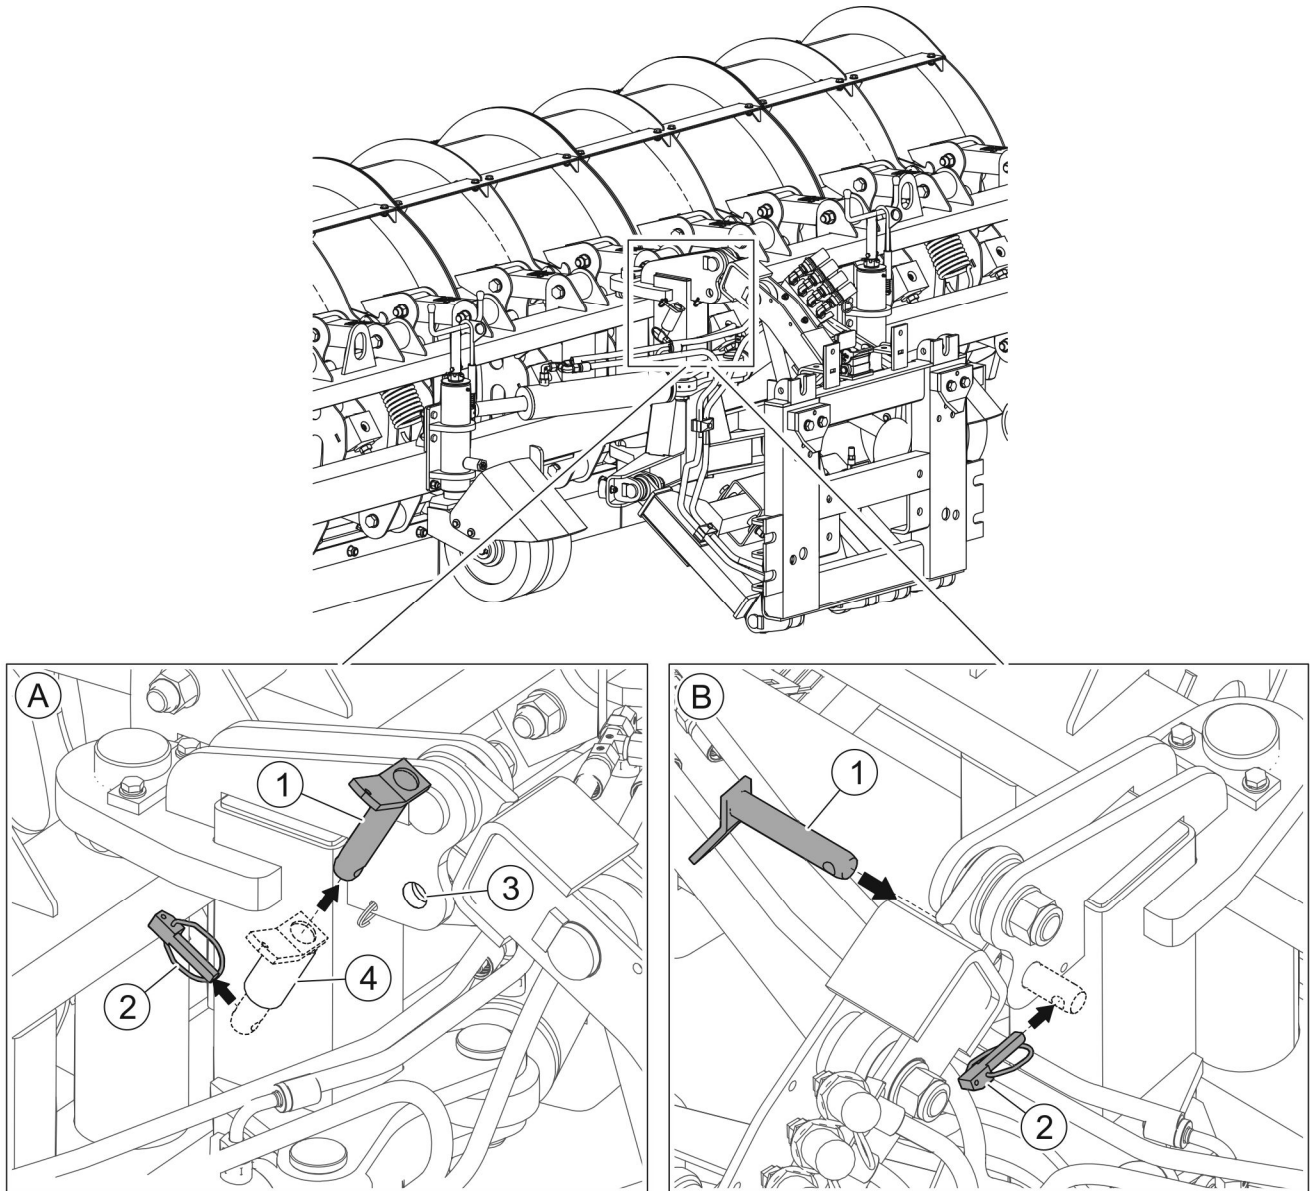

РИСУНОК 4.20 Блокировка на время транспорта
- На время передвижения с поднятым снегоотвалом необходимо надежно зафиксировать систему навески для предохранения от самопроизвольного оседания и случайного опускания при помощи блокировки на время транспорта (РИСУНОК 4.20).
Для блокировки системы навески в транспортном положении (РИСУНОК 4.20) необходимо: